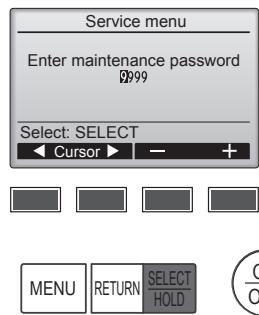

Fig. 7-2
- ① Sélectionnez "Service" dans le menu général puis appuyez sur le bouton [SELECT/HOLD].
- ② Lorsque le menu SAV est sélectionné, une fenêtre vous invitant à saisir le mot de passe apparaît. (Fig. 7-2)